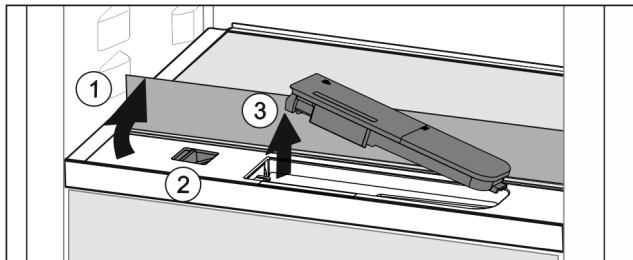

Fig. 87
- Nadvihnite sklenú dosku a až na doraz ju sklopte dozadu Fig. 87 (1).
- Potlačte posúvač Fig. 87 (2) doľava.
- Vyberte nádržku na vodu Fig. 87 (3).